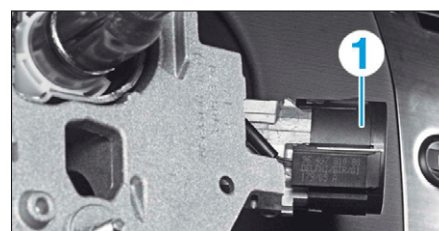

FIG. 6
- Déposer l'antenne du transpondeur (1) (Fig.6).